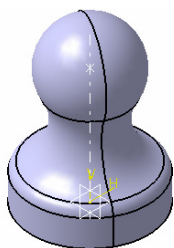

图 5-2 打开的模型文件 (1)
1) 启动 CATIA V5 R20 后, 单击工具栏上的打开按钮, 打开选择文件对话框, 选择“yinzhang.catpart” (随书光盘:\第 5 章\5.1\uncompleted\yinzhang.catpart), 单击“OK”按钮, 打开的模型文件 (1) 如图 5-2 所示。